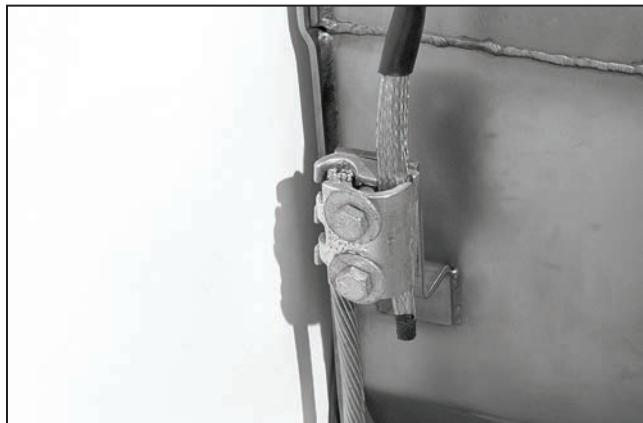

Figura 53. Conecte el cable blindado a la tierra del tanque.
- PASO 2.** Conecte el adaptador de conexión a tierra del tanque y el que está en el interior del gabinete a la instalación del sistema de tierras según las prácticas de conexión a tierra que acostumbre el usuario. Ver Figura 53. Utilice cables de un calibre equivalente a 4/0 (o cables de un calibre acorde a lo que acostumbre el usuario) ya sea en una conexión sencilla o múltiple para conocer la capacidad momentánea máxima del interruptor. En una conexión múltiple, no se deben utilizar cables de un calibre menor a 1/0.